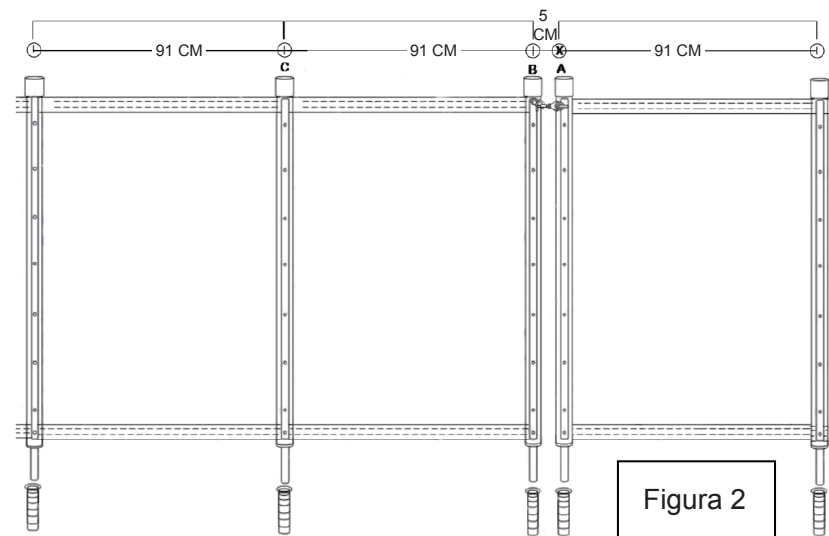

Figura 2
4. Continúe alrededor de toda la piscina, taladre todos los orificios usando la plantilla de perforación como guía. Coloque el orificio "B" marcado en la plantilla de perforación sobre el último orificio perforado (vea la figura 2), y luego taladre el orificio "C". Repita este paso por cada 3,7 M (o al final de cada unidad de valla), también debe perforar el orificio "A" para acomodar el poste de la nueva unidad de valla.